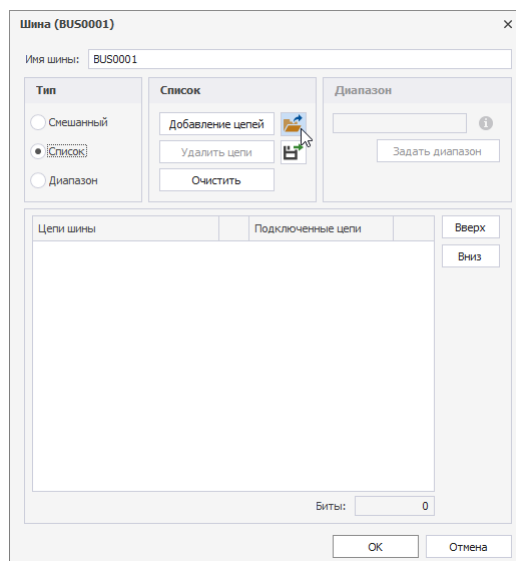

Рис. 178 Импорт списка цепей шины
4. В поле «Список» нажать , см. Рис. 178.